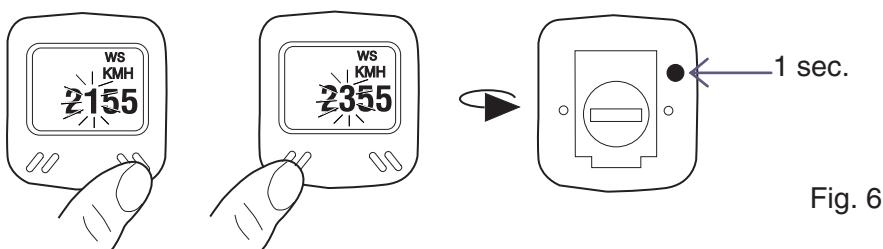

Fig. 6
5. Per uscire dalla modalità di settaggio, tenere premuto per un secondo il tasto giacente sul retro del dispositivo. Fig.6.
5. Hold the button on the back of the device pressed for one second to exit setting mode. Fig.6
5. Zum Verlassen des Einstellmodus die Taste auf der Rückseite des Geräts eine Sekunde lang drücken. Siehe Abb. 6.